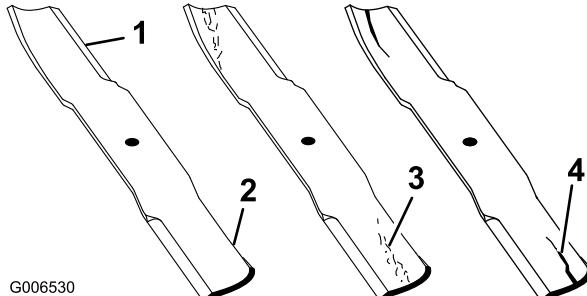

Figura 52
1. Inspeccione los filos de corte (Figura 52). Si los bordes no están afilados o tienen muescas, retire las cuchillas y afílelas. Consulte Afilado de las cuchillas.
2. Inspeccione las cuchillas, especialmente la parte curva (Figura 52). Si observa daños, desgaste o la formación de una ranura en esta zona (Figura 52), instale inmediatamente una cuchilla nueva.